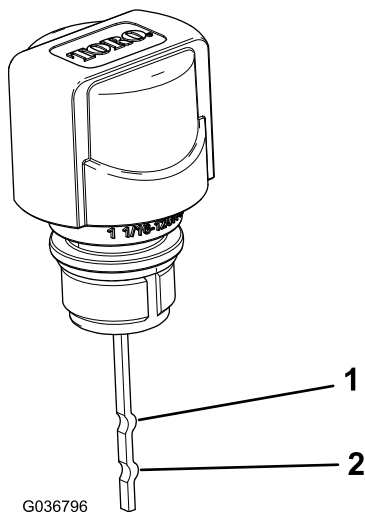

図 22
**注** 上下限マークの中間位置まであればよい 図 22。